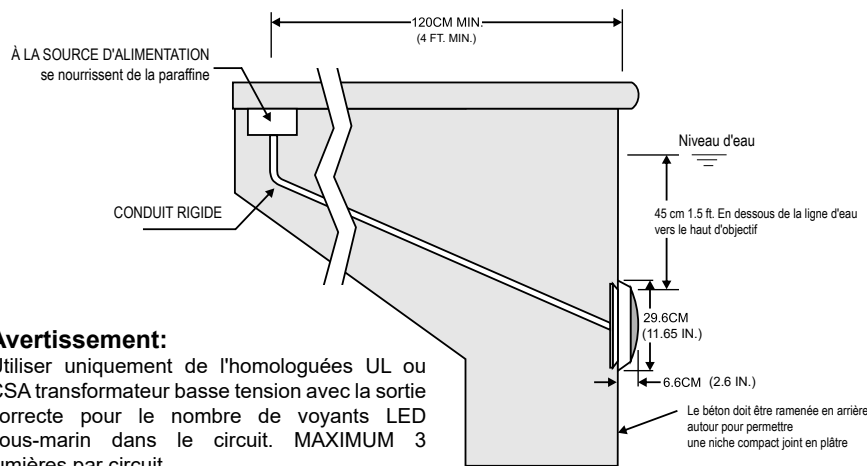

Figure 1.
Modalités initiales de fonctionnement qui doit être rempli par un électricien qualifié avant installation de lumière. Transformateur basse tension requise. (Reportez-vous à la figure 1)
1. Transformateur de basse tension de la boîte de jonction doit être au minimum de 120 cm (4 ft.) du bord de la piscine. (voir la figure 1.)